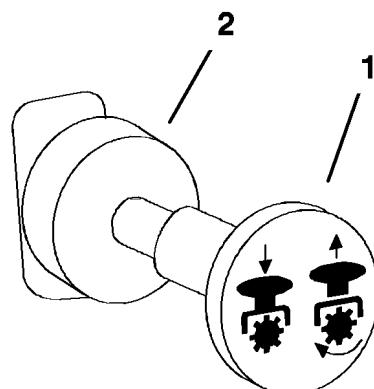

Figura 13
3. Mueva la toma de fuerza (PTO) a la posición Desengranada (Figura 13).
- Ponga la toma de fuerza en desengranada (Figura 13).